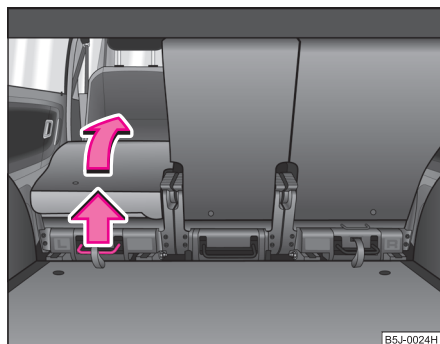

Fig. 53 Abatir el asiento completamente hacia delante
- Tirar de la palanca ⇒ fig. 53 hacia arriba y abatir después el asiento completamente hacia delante.